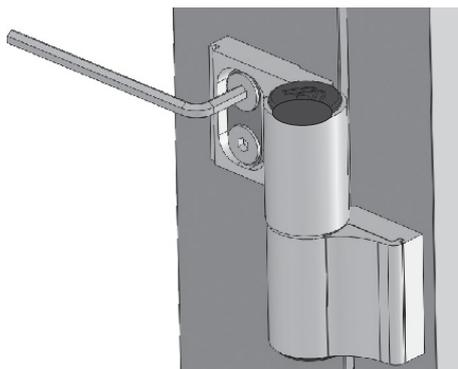

Рис. 35
17.4 Затянуть винты М8×30 имбусовым ключом 5 мм (Рис. 35).